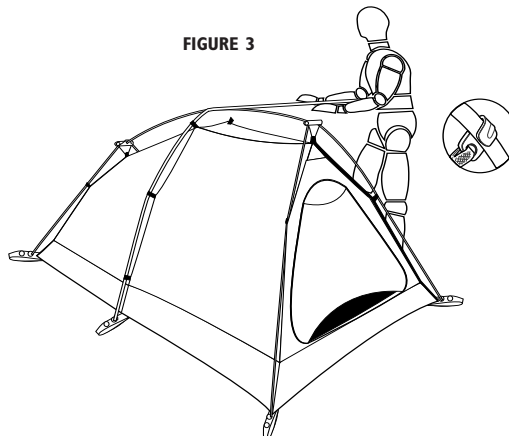

FIGURE 3
9) Connect tent to frame by pulling the shock-cord loop at the peaks of the tent over the junction tubes, snap the tent clips to the leg sections (Figure 3).
10) Place the locking end tip of one end of the curved center hoop into the grommet on the side web on the tent floor. Snap the tent clip directly above the pin to the center hoop. Move up the seam, connecting clips as you go (Figure 3).
9) Joindre la tente à l'armature en faisant passer les anneaux élastiques, situés aux pignons de la tente, par-dessus les tubes de jonction. Fixer ensuite les crochets d'armature de la tente aux mâts (voir Figure 3.)
10) Insérer l'embout bloqueur d'une extrémité de l'arceau central dans l'œillet d'une des pattes de sangle situées de chaque côté de la base de la tente. Fixer ensuite à l'arceau le crochet d'armature situé immédiatement au-dessus de l'œillet. En longeant la couture, fixer d'autres crochets (voir Figure 3.)